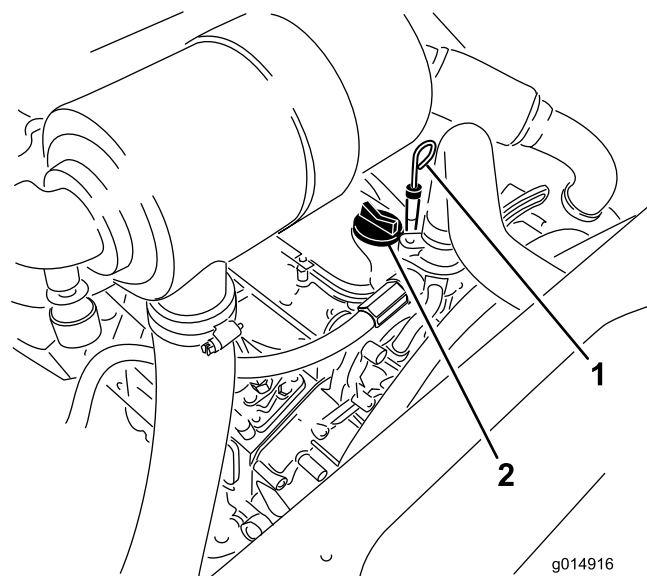

Figure 31
3. Retirez la jauge, essuyez-la sur un chiffon et remettez-la en place (Figure 31).
5. Si le niveau n'atteint pas le repère maximum, enlevez le bouchon de remplissage (Figure 31) et faites l'appoint jusqu'à ce que le niveau correct soit atteint.